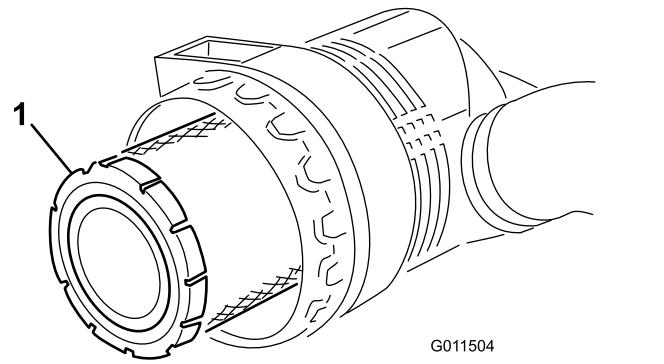
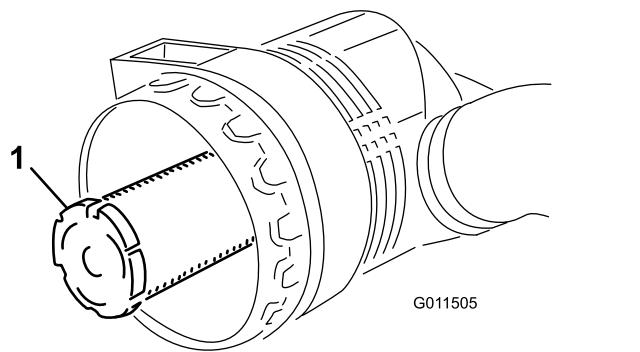

Figura 72
Figura 73
3. Togliete il filtro primario dell'olio (Figura 72). Si sconsiglia la pulizia dell'elemento usato, per evitare il rischio di danneggiare l'elemento filtrante. Controllate il filtro nuovo e accertatevi che non sia stato danneggiato durante la spedizione, in particolare l'estremità di tenuta del filtro ed il corpo. Non usate l'elemento se è avariato. **Non togliete il filtro di sicurezza (Figura 73)**.
Importante: Non cercate mai di pulire il filtro di sicurezza (Figura 73). Sostituitelo con uno nuovo ogni tre revisioni del filtro primario.
4. Sostituite il filtro primario dell'olio (Figura 72).